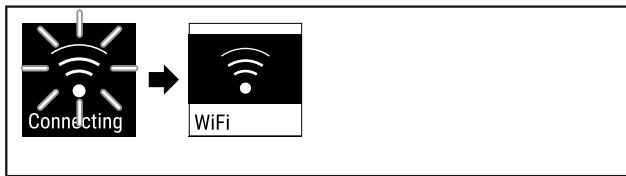

Fig. 85
- ▶ З'єднання створюється (див. Fig. 85).